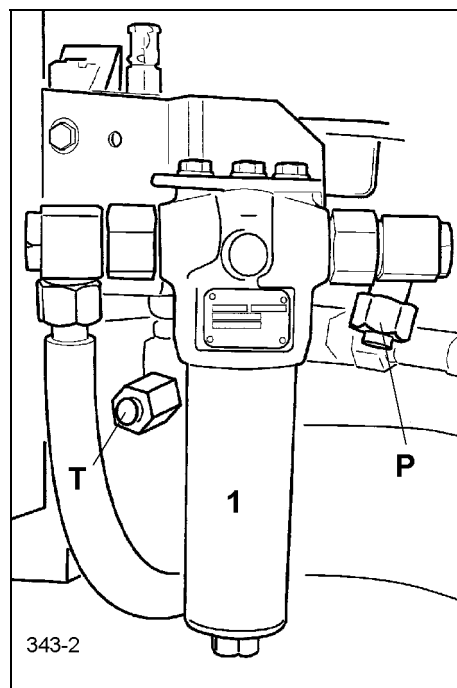

Fig. 1
- Soltar la cabeza de filtro 3 (Fig. 1) por el hexágono inferior usando una llave poligonal.